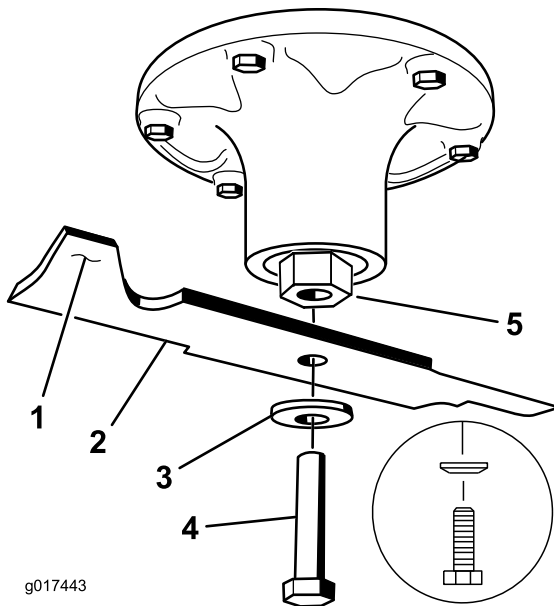

Bild 84
2. Überprüfen Sie die Auswuchtung des Schnittmessers auf einer Ausgleichsmaschine (Bild 83). Wenn das Schnittmesser in seiner horizontalen Position bleibt, ist es ausgewuchtet und kann wiederverwendet werden. Feilen Sie, wenn das Schnittmesser nicht ausgewuchtet ist, vom Flügelbereich des Messers etwas Metall ab (Bild 84). Wiederholen Sie diesen Vorgang, bis das Messer ausgewuchtet ist.
2. Setzen Sie das Messer, die Federscheibe und die Messerschraube ein. Der Konus der Federscheibe muss bei der Installation in Richtung Schraubenkopf zeigen (Bild 84). Ziehen Sie die Messerschraube mit 115-150 Nm an.